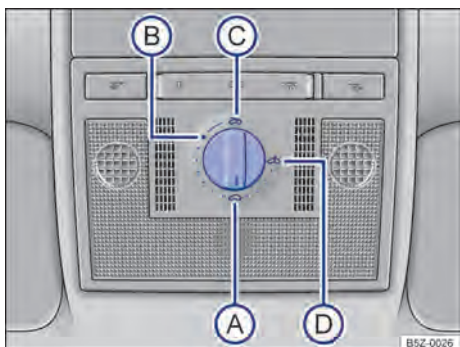

Fig. 55 No revestimento do teto: interruptor rotativo do teto solar.
Girar o interruptor rotativo → Fig. 55 para a posição desejada para regular as seguintes posições do teto solar:
- Girar o interruptor rotativo para a posição → Fig. 55 (A) e puxar para baixo na área posterior, até que o teto solar esteja completamente fechado.